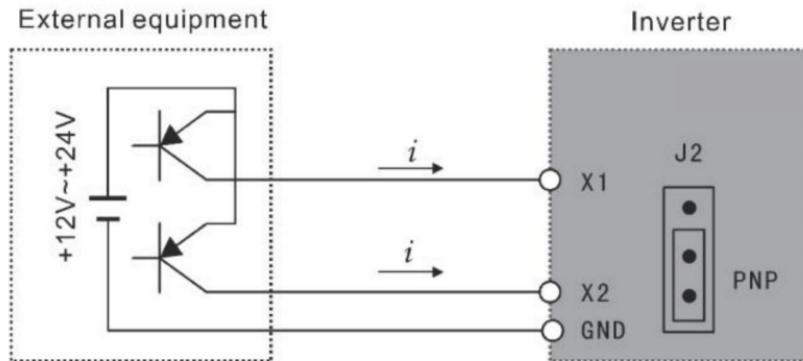

Abbildung 3-2 Verdrahtungsmodus des PNP-Typs
(2) Wenn der PNP-Verdrahtungsmodus für externe Geräte übernommen wird, wird eine Quellenlogik induziert und der Strom fließt vom Eingangsanschluss (Senkenstrom), wie in Abbildung 3-2 gezeigt. Gleichzeitig ist der Parameter P067=1 erforderlich.